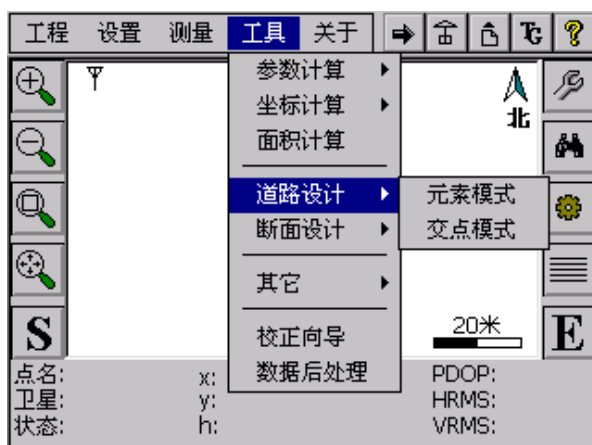

图 5-47 道路设计
- 一、点击菜单项“工具” “道路设计” “交点模式”(图 5-47)。